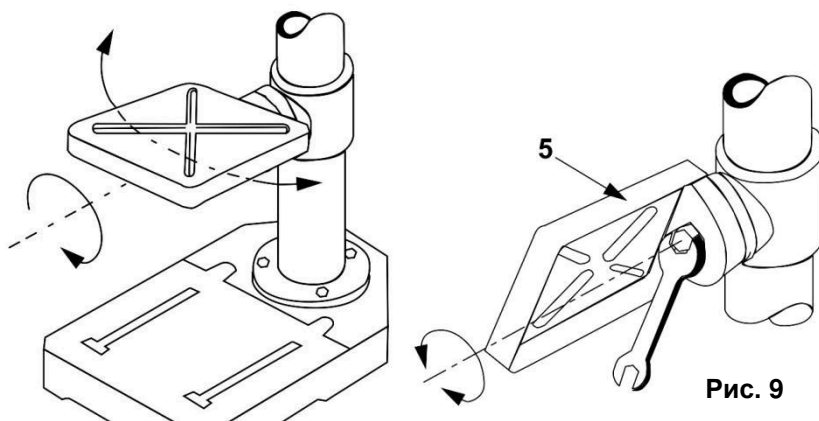

Рис. 9
- Для косо́го сверления или в случае обработки наклонной детали можно изменить угол наклона рабочего стола (5) (См. Рис.9).